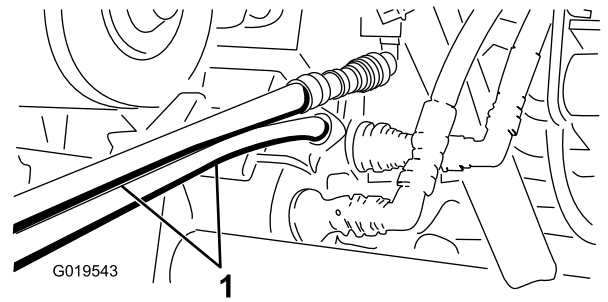

図 85
- 救援側のワークマンのカップラブラケットにまだついているカップラに、救援用ホースを接続する上のホースは上のカップラに、下のホースは下のカップラに接続する 図 85。